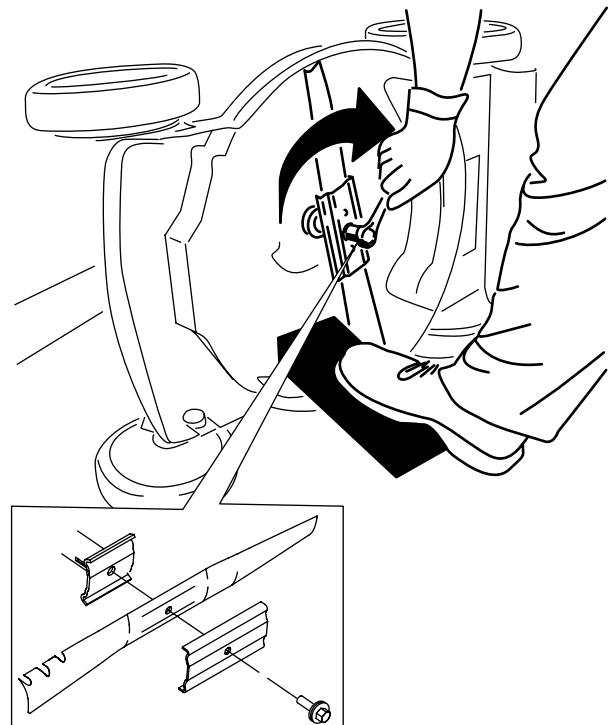

Figure 17
4. Montez la lame et le boulon de lame de rechange (Figure 17).